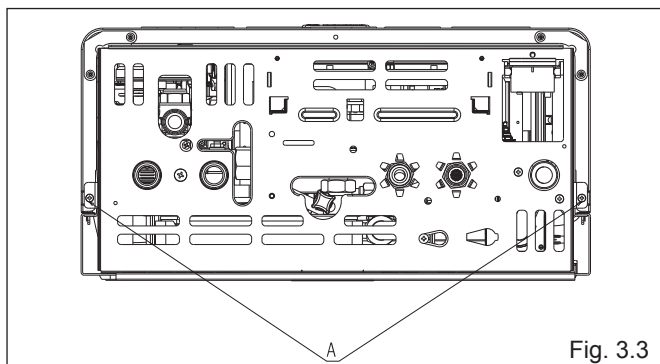

Fig. 3.3
- svitare le viti (A) di fissaggio del mantello (fig. 3.3)